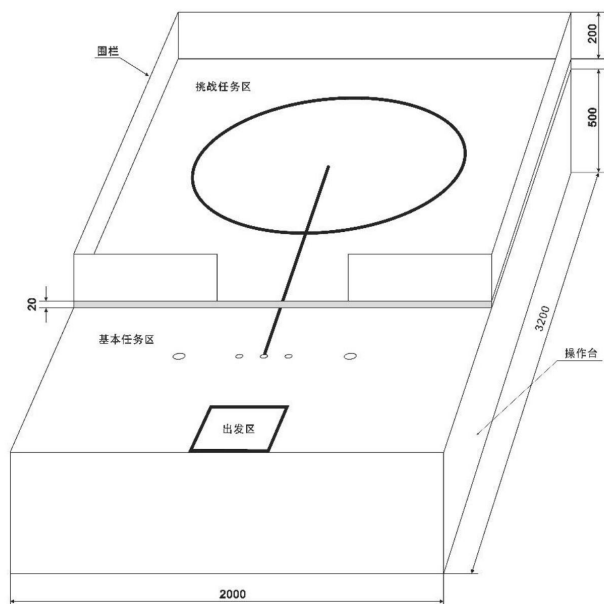

图2 场地侧视示意图
1.2 场地被布置在一个高约 500mm 的操作台上，挑战任务区围栏的高度约为 200mm ，如图2所示。亦可将地图直接置于平整的地面作为展示场地。
待分拣物品为若干个圆球，直径约40mm，重量在4g至10g之间，颜色为红色（参考色值C0 M100 Y100 K0）和绿色（参考色值C100 M0 Y100 K0），材质为EVA。待分拣物品被摆放在任务区（如图2所示），具体位置以现场公布为准。
3.2 基本任务区内放置物品收纳桶，其位置如图2所示，外观颜